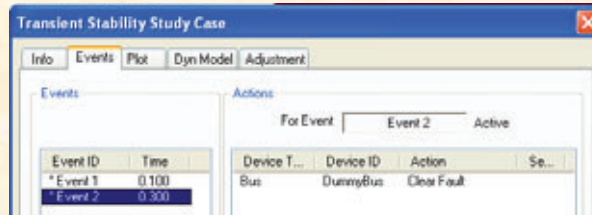

図 1
4. 電圧低下時間は過渡安定度解析のスタディケース設定画面より下記のように設定します (図 1 参照)。この場合、電圧低下時間は 0.2 sec となります。